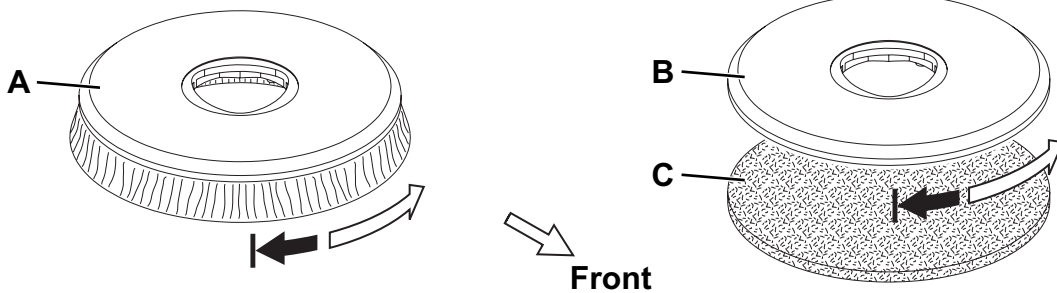

Abbildung 1
Je nachdem, welcher Boden gereinigt werden soll, können die Bürste (A, Abb. 1) oder der Padhalter (B und C) montiert werden.
2. Bürsten-/Padhalterkopf (13) durch Herunterdrücken des Schubbügels (2) anheben.
3. Bürste (A, Abb. 1) oder Padhalter (B mit C) unter dem Kopf positionieren.
4. Kopf (13) mit dem Schubbügel (2) absenken.
5. Zum Einschalten des Geräts, den Schalter (41) auf „I“ stellen.
6. Die Taste (43) der Bürste einige Sekunden lang betätigen, damit die Bürste/der Padhalter in der Nabe des Kopfes (13) einrastet. Falls erforderlich wiederholen, bis die Bürste/der Padhalter angekuppelt ist.